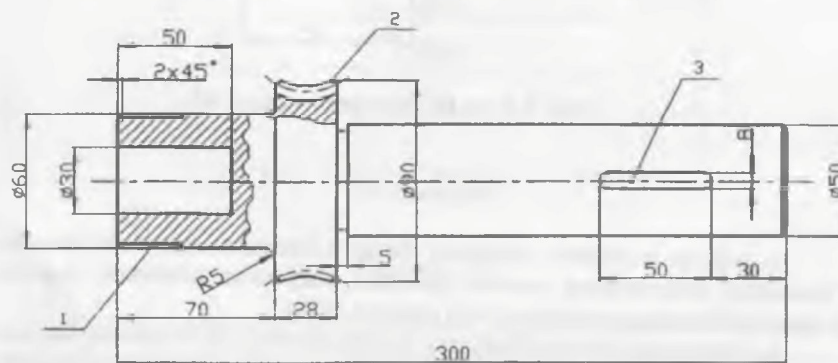

Рис. 10. Вал. Материал – сталь 30
2. Приведите схемы обработки поверхностей 1, 2, 3 детали, чертеж которой дан на рис. 10. Для каждой схемы укажите названия станка, инструмента и зажимных приспособлений. Приведите эскизы инструмента для обработки поверхности 2 и приспособления для закрепления заготовки при обработке поверхности 3.